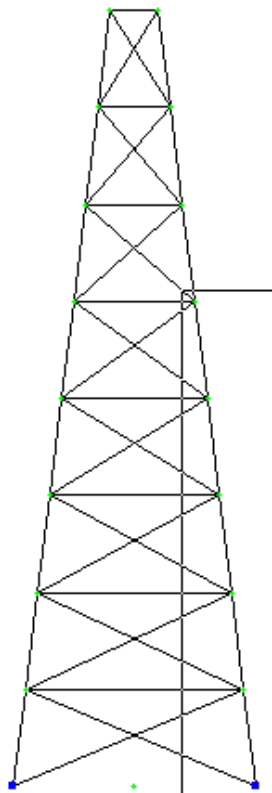

Рис. 5.20. Виділення елементів розтягуванням «рамки вибору»
- Виділіть проекцію п'яти нижніх елементів правої грані вежі розтягування «рамки вибору» зліва направо, як показано на рис. 5.20.